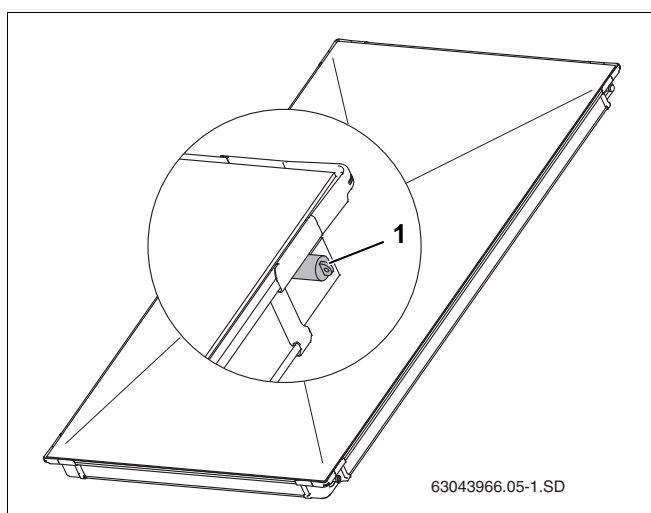

Fig. 6 Gummikapper på solfangertilslutninger
- ▶ Fjern først gummikapperne (fig. 6, **pos. 1**) lige før monteringen.